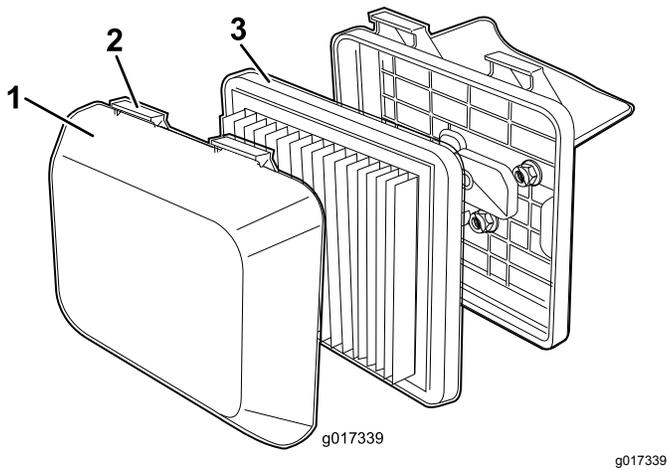

图20
1. 向下按空气滤清器盖子顶部的门锁扣 图20。
3. 拆下过滤器 (图20)。